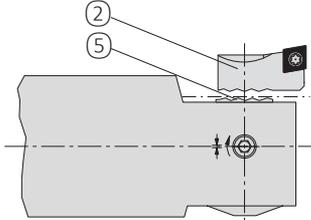

Fig. 3
A guia deslizante (5) é especialmente perfilada para diferentes suportes de inserto fixos, rápidos e fáceis (2) (Fig. 3). Torque para o parafuso do porta-inserto, consulte. (Dados técnicos na página 12).